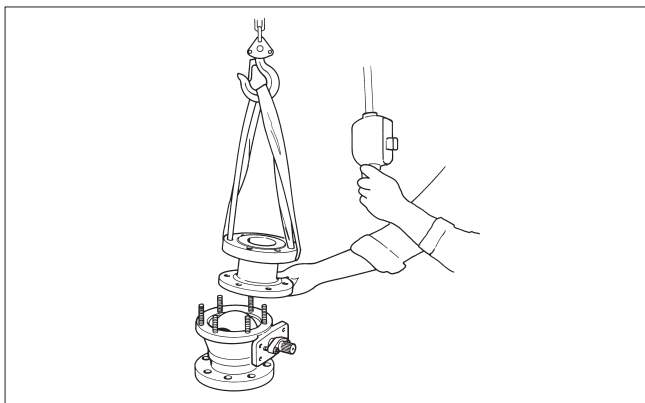

Fig. 16 Levage du demi-corps supérieur (chapeau)
- Posez la vanne verticalement sur la bride de canalisation sur une surface plane et horizontale suffisamment lisse pour ne pas érafler la bride. Assurez-vous que les écrous du corps (16) / le demi-corps (ou chapeau)(2) pointent vers le haut.
- Desserrez les écrous (18) du fouloir.
- Desserrez et enlevez les écrous du corps (16).
- Enlevez le chapeau (2). Si le siège (7) ne repose pas sur la sphère (3), empêchez-le de tomber du demi-corps en l'y maintenant (à travers le plan de jonction (petites tailles) ou l'orifice d'écoulement (grandes tailles). Attention aux doigts! Posez le chapeau sur sa bride de canalisation (cf. figure 16).